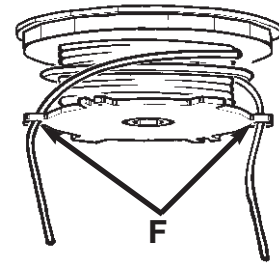

Fig. 11
6. Bloquer chacune des extrémités de fil dans les encoches (F) diamétralement opposées de l'extérieur de la bobine (Figure 11).